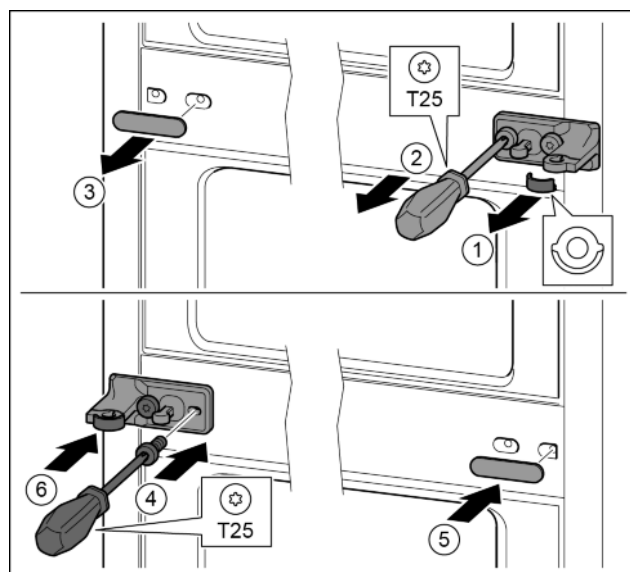

Fig. 26
- ▶ Zdjąć podkładkę. Fig. 26 (1)
- ▶ Śruby wykręcić przy pomocy śrubokręta T25. Fig. 26 (2)
- ▶ Ostrożnie zdjąć osłonę. *Fig. 26 (3)*
- ▶ Płytkę zawiasu wraz z folią obrócić o 180° przykręcić z drugiej strony. *Fig. 26 (4)*
- ▶ Osłonę obrócić o 180° założyć z drugiej strony. *Fig. 26 (5)*
- ▶ Podkładkę wsunąć od przodu. *Fig. 26 (6)*